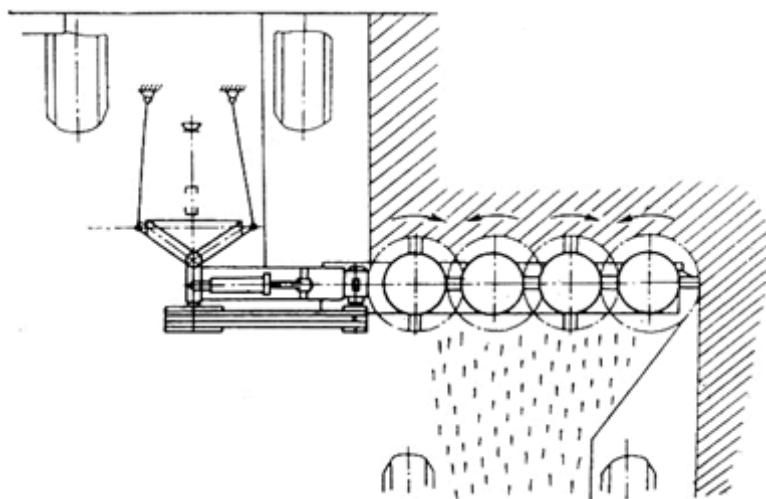
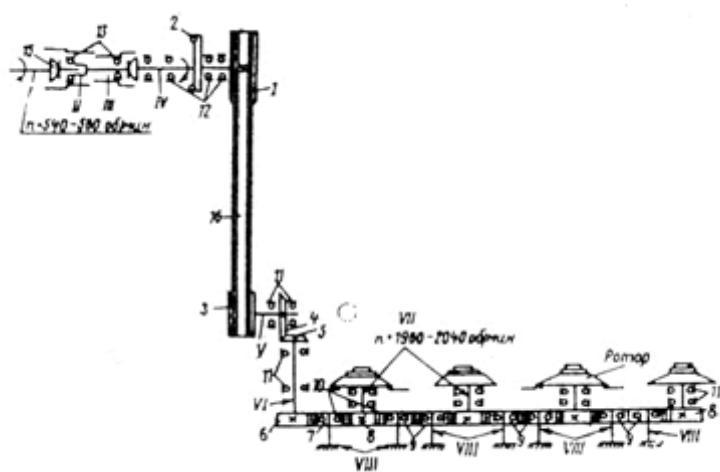
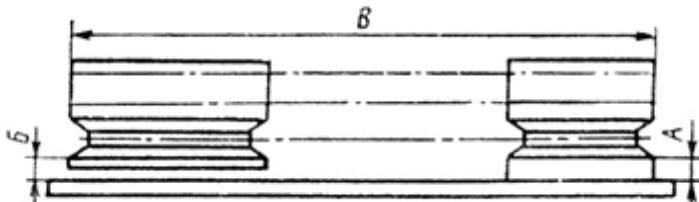

Рис.3 Схема технологическая
Рис.4 Схема кинематическая и схема расположения подшипников
Рис.7. регулирование положения ведущего шкива
3.2. Технологическая схема представлена на рис.3, кинематическая схема и схема расположения подшипников – на рис.4.
Ведущий и ведомый шкивы должны находиться в одной плоскости. Это достигается путем установки регулировочных шайб1 (рис.3) между корпусом 7 и стойками кронштейна. При этом разница размеров А и Б (рис.7) не должна превышать 3 мм. При регулировании пользоваться ровной линейкой (кругом, шестигранником, уголком и т.д.), прикладывая ее к торцу ведомого шкива.